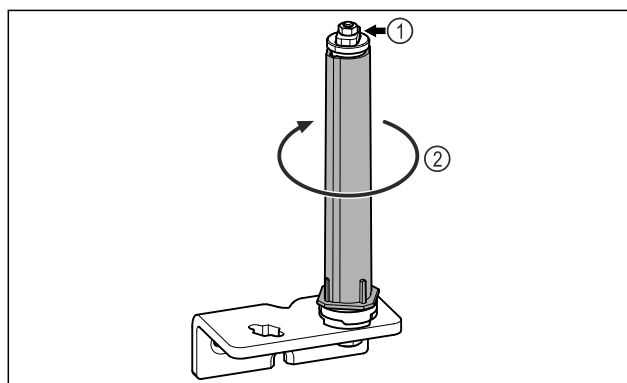

Fig. 29
- Ne rastavljajte sustav zatvaranja vrata Fig. 29 (1).
- Okrećite sustav zatvaranja Fig. 29 (2) dok ne klikne.